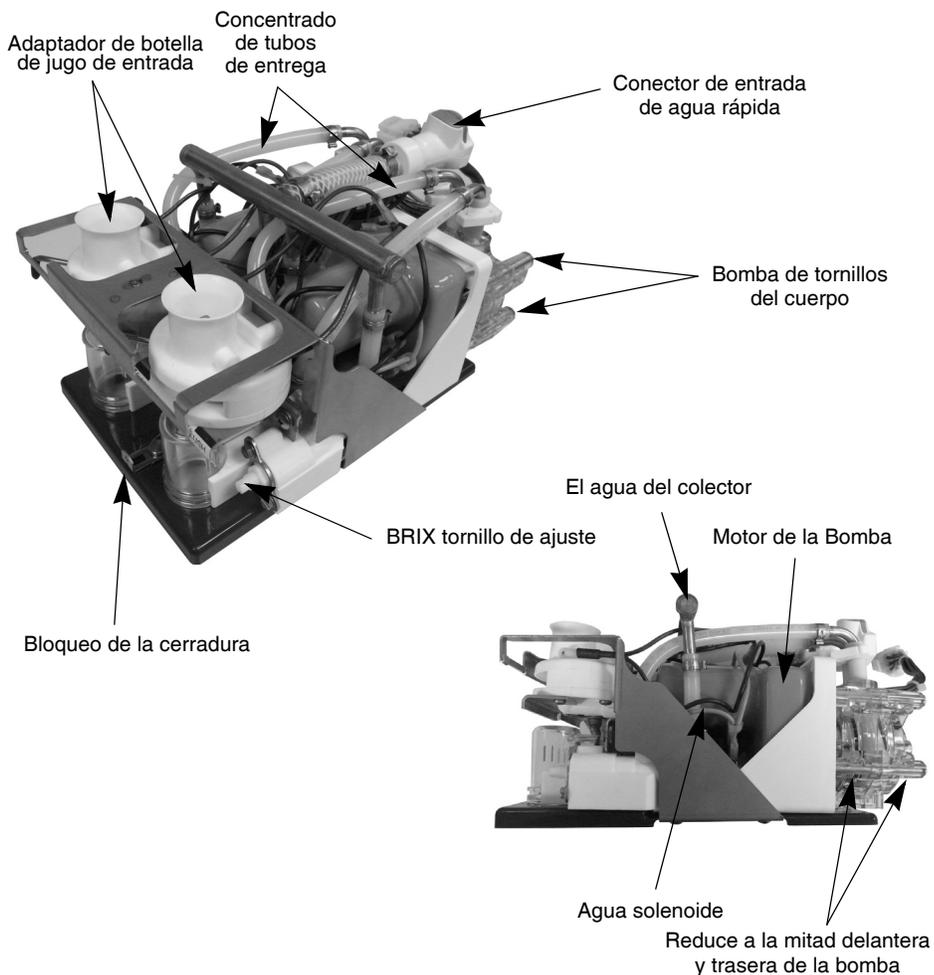

Figura 14. Detalles del interior
4. Unplug the water line quick disconnect by pressing the gray button (See Figura 14).
5. Deslice el pestillo de cierre hacia adelante. Levante la plataforma un poco y jale hacia adelante para tener acceso al conector eléctrico (véase la Figura 14).
6. Desconecte el conector eléctrico apretando las pestañas de cierre en cada lado y sacando el conector. Levante y retire la plataforma de la bomba (véase la Figura 14).
1. Retire las dos abrazaderas de plástico de color blanco para manguera de las conexiones de la manguera de la bomba (véase la Figura 14) y retire las mangueras de suministro de concentrados de los extremos de las mangueras de la bomba.